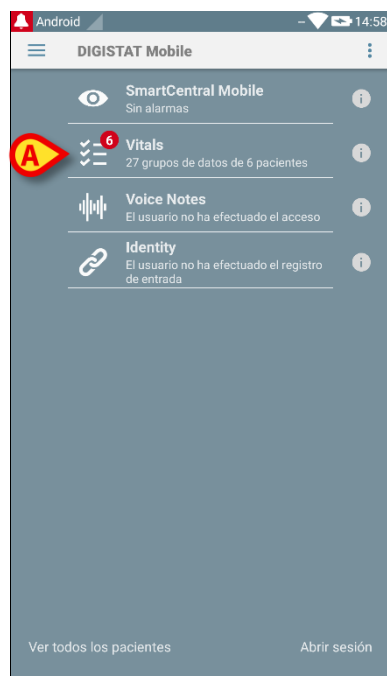

Fig 41
- Tocar la fila correspondiente en la pantalla del dispositivo de mano (Fig 41)